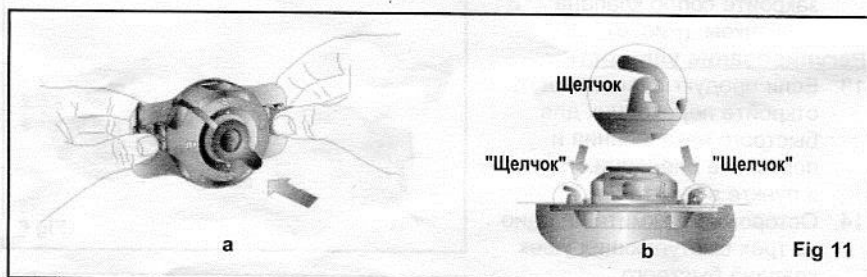

Fig 11
18. После того, как изделие полностью сдуто, верните переходник в исходную позицию. (Рис. 11-а и 11-б).